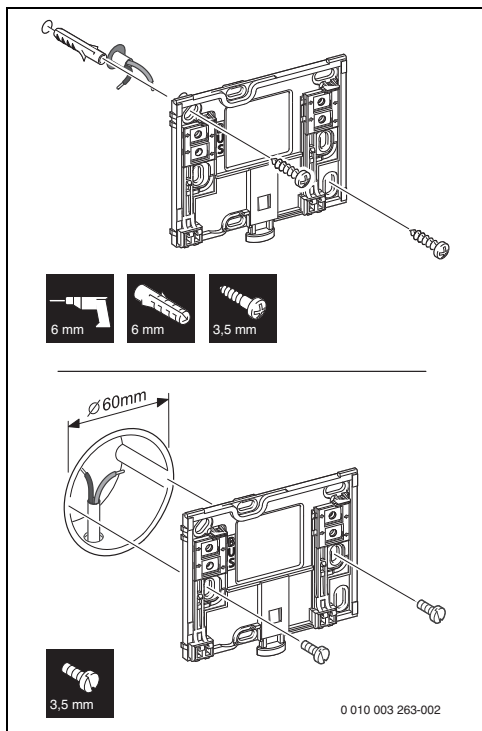

Fig. 3 Montering af soklen
- Monter soklen på en væg (→ fig. 3).